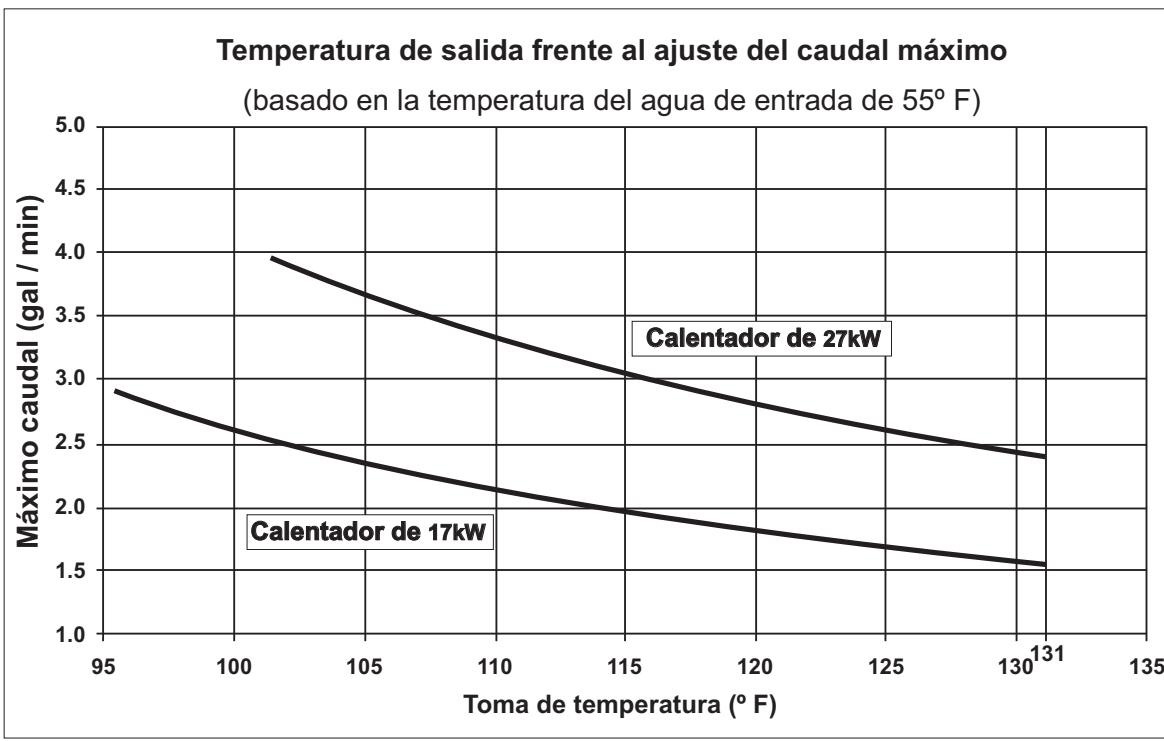

Fig. 11
- ▶ Ajuste la válvula de cierre de salida hasta que el rango de flujo de agua caliente corresponde con el valor en la Fig. 11 siguiente.
entonces la temperatura de salida será inferior a lo que se muestra en la Fig. 11. Si se desea una toma de mayor temperatura de agua, a entonces, reduzca el rango de flujo y / o suministro de la unidad con 240 voltios.
La temperatura del agua de entrada es demasiado fría	Compruebe que el calentador es de tamaño apropiado para su ubicación geográfica. Gire el mando de la temperatura en la parte inferior del agua totalmente en el sentido de las manecillas del reloj para establecer la temperatura máxima. Asegúrese que los rangos de flujo dentro del calentador están dentro de las especificaciones. Consulte la Fig. 11 en la page 18 del manual. Se recomienda el uso de una válvula de aislamiento en la salida de agua caliente para el control de velocidad de flujo.
El control de temperatura de disco está activado demasiado bajo	Gire el control de disco de temperatura en la parte inferior de la derecha del calentador de agua para temperaturas más calientes. Consulte la Fig. 11 para la temperatura de salida vs variación del caudal.
El flujo de agua es demasiado grande	Ajuste el flujo de agua para mantenerse dentro de las especificaciones del calentador de agua. Vea la Fig. 11 de este manual.
Salida de las válvulas de cierre establecidas demasiado bajo	Ajuste la válvula de salida que se suministra don la instalación como se describe a continuación: <ul style="list-style-type: none"> <li>• Abra completamente ambas válvulas de cierre-de entrada y salida que se suministran con la instalación en el calentador. (si no hay ninguna instalada, instálelas antes de proceder).</li> <li>• Abra completamente el agua caliente en la llave de agua caliente con más alto flujo a la que le da servicio el calentador (por ejemplo, la bañera).</li> <li>• Cierre lentamente la salida de la válvula de cierre, disminuyendo el caudal de agua hasta que la temperatura en la llave de agua caliente se corresponda con los valores indicados en la Fig. 11 del manual, o se alcance la temperatura deseada del agua.</li> </ul>
Cambio de rango de flujo. Abastecimiento de agua conectado a la salida de la unidad.	Los principales cambios en el rango de flujo puede afectar negativamente la temperatura del agua de salida del calentador. El aumento a partir de una llave principal abierta para varios accesorios funcionando a un mismo tiempo puede hacer que la temperatura fluctúe. Manténgase dentro de las especificaciones del calentador. Vea la Fig. 11.